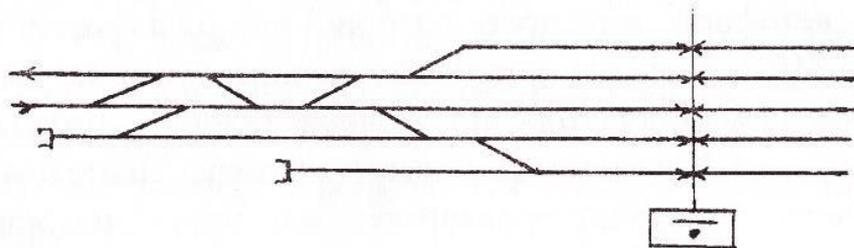

Рис.9
9. На схематическом плане нечетной горловины станции (рис.9) пронумеруйте пути и стрелки, произведите расстановку изолирующих стыков, входных, выходных и маневровых светофоров. Составьте таблицу маневровых маршрутов.